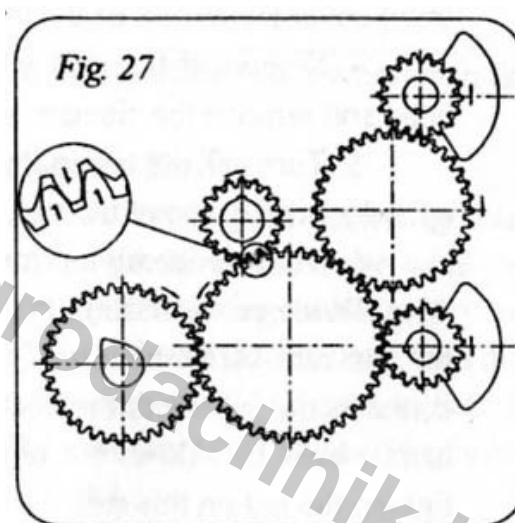

Рис.27
4. Демонтируйте регулятор скорости, шарикоподшипники и металлические шарики. При установке очень важно чтобы все зубчатые передачи вошли в зацепление (рис.27).